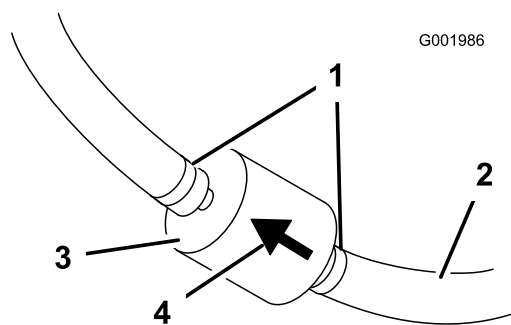

Figura 55
5. Aperte as pontas dos grampos da tubagem e afaste-as do filtro (Figura 55).